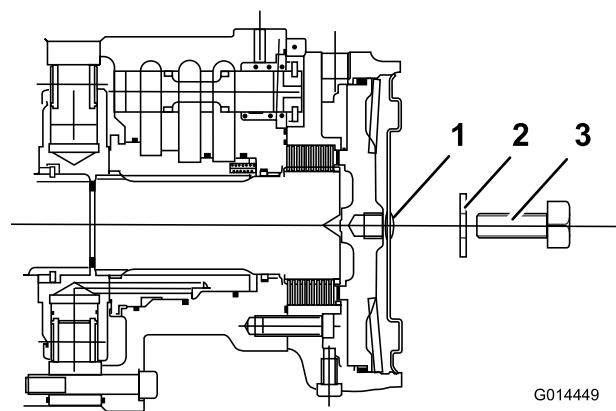

Bild 62
6. Machen Sie die linke Vorderradmotorscheibenbremse ausfindig und wiederholen Sie den obigen Vorgang (Bild 62).